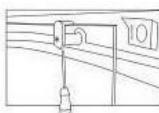

Рис.5
**Стеклянные двери:** Стеклянные двери изделия представляют собой раздвижную конструкцию; герметичность дверей обеспечивается за счет магнитного уплотнителя. Двери открываются и закрываются без усилий. Пожалуйста, не открывайте и не закрывайте двери с усилием во избежание повреждения кабины. В случае возникновения затруднений при открывании-закрывании дверей, смазать направляющие роликов (нижний и верхний профили) силиконовой смазкой и отрегулируйте верхние ролики (рис.5).